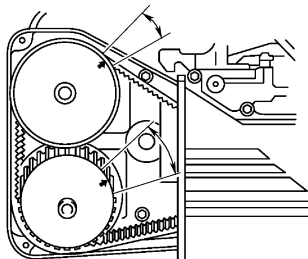

图 7-12 转动曲轴设定正时标记位置
⑦ 拆下螺栓,然后拆下摇臂罩(右侧)。
① 断开蓄电池电缆, 然后拆下蓄电池和蓄电池支架。
② 拆下将发动机线束支架固定到车身上的螺栓(双顶置凸轮轴涡轮增压车型)。
③ 拆下辅助空气泵。
④ 断开点火线圈上的连接器。
⑤ 拆除点火线圈。
⑥ 在汽车下放置合适的容器。
⑦ 断开摇臂盖(左侧)上的曲轴箱强制通风软管。
⑧ 拆下螺栓, 然后拆下摇臂罩(左侧)。
12) 顺时针旋转曲轴正时带轮直到凸轮轴正时带轮上的箭头标记转到图 7-12 所示位置。